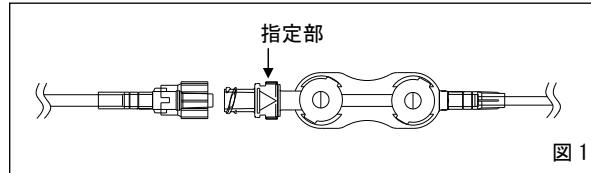

図1
**(1) 逆止弁付の製品を使用する場合には、逆止弁の入口を上向きにし、穿刺部より高い位置にすること。[逆流が生じるおそれがある。]
**(2) 回転機能を有する逆止弁のメスコネクタにオスコネクタを接続する、又はチューブのねじれを修正する場合には、逆止弁の指定部を持つこと(図1)。[指定部以外を持った場合、部品の回転により十分なロックかん合ができるないおそれがある。]